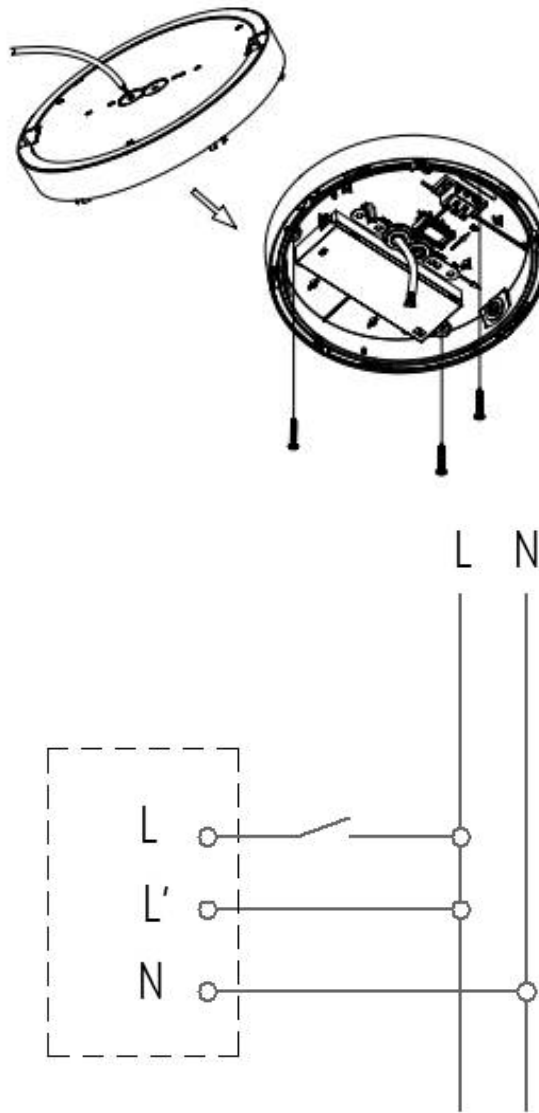

Рисунок 4- Установка светильника серии ДБО96
5.4 Пропустите питающий провод через гермоввод, подключите светильник к питающей сети (рисунок 4). В светильниках с БАП подключите провода батарейки к блоку аварийного питания.